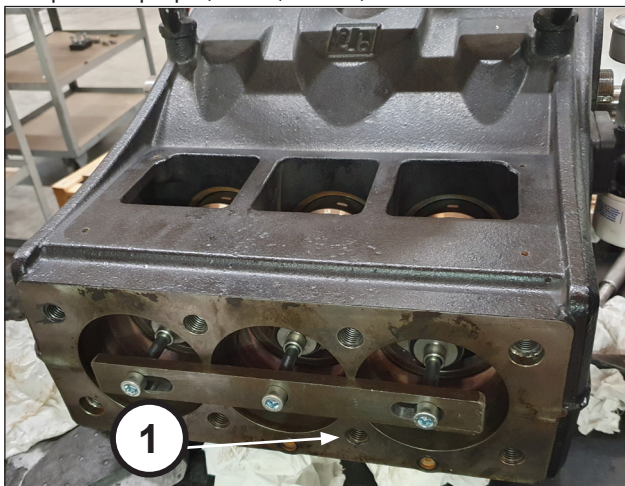
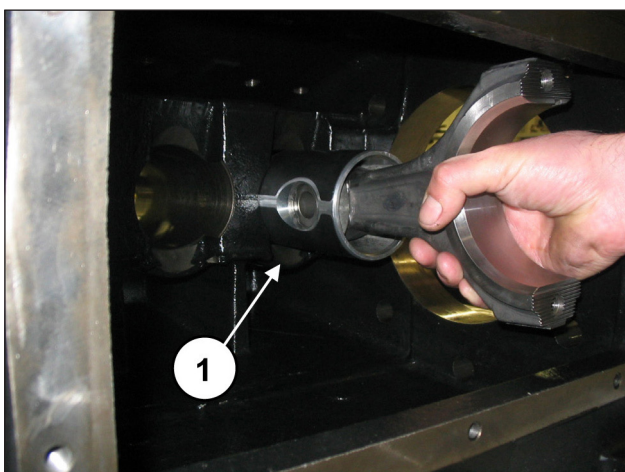

Рис. 41
Рис. 42
Открутите винты инструмента арт. 27566200, чтобы разблокировать шатуны (поз. ①, Рис. 41), а затем извлеките шатуны в сборе с направляющими поршня из заднего отверстия картера (поз. ①, Рис. 42).
Убедившись в полной чистоте картера, вставьте половинку шатуна с направляющей поршня в гильзы картера (поз. ①, Рис. 42).
Зафиксируйте все три узла с помощью специального инструмента, арт. 27566200 (поз. ①, Рис. 41).
Снимите инструмент блокировки шатунов, арт. 27566200 (поз. ①, Рис. 41).